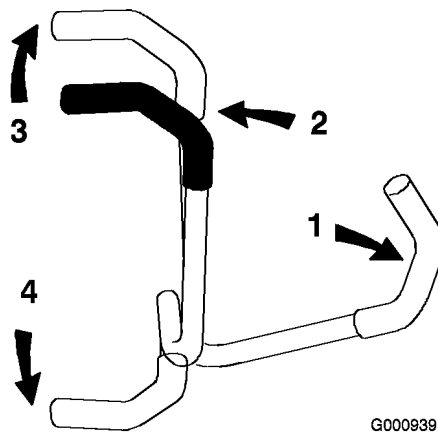

Figure 16
3. Pour vous déplacer en marche avant, poussez doucement les leviers de commande de déplacement vers l'avant (Figure 16).
Pour vous déplacer en ligne droite, appliquez une pression égale sur les deux leviers de déplacement (Figure 16).
Pour tourner, rapprochez du point mort le levier de commande correspondant à la direction que vous voulez prendre (Figure 16).
2. Pour vous déplacer en marche arrière, tirez doucement les leviers en arrière (Figure 16).
Pour tourner, relâchez le levier de commande correspondant à la direction que vous voulez prendre (Figure 16).